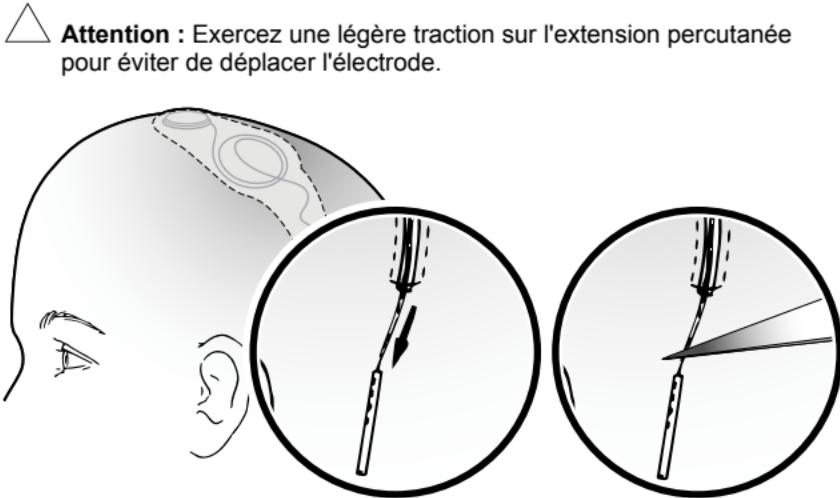

Figure 14. Retrait du segment externe de l'extension percutanée.
1. Retirez d'environ 1 cm (0,4 po) le segment externe de l'extension percutanée à l'endroit où elle sort de la peau (Figure 14).